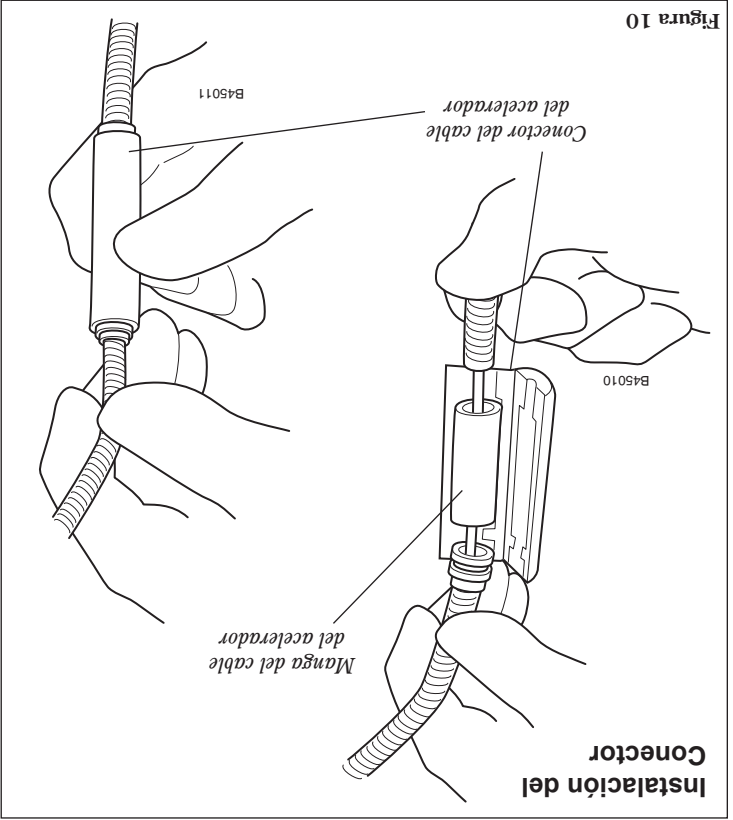

Figura 10
4. Conecte los extremos de los cables del motor y del acelerador. Ver la figura 10.